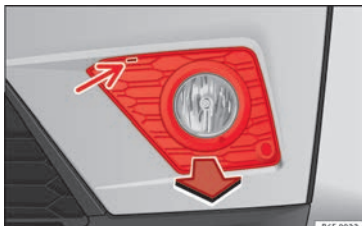

Abb. 114 Nebelscheinwerfer: Gitter abnehmen
1. Einen Schraubenzieher in die Kerbe einführen » Abb. 114 (Pfeil). Lösen Sie die